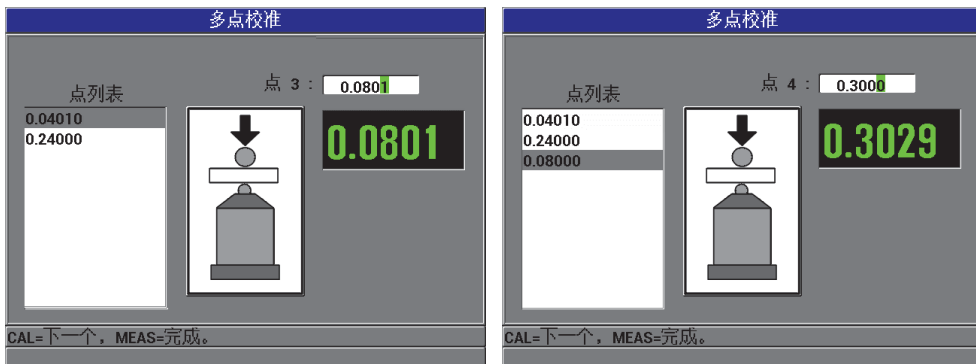

图 4-11 多点校准屏幕
8. 最多可将 8 个额外校准点列入显示屏左侧的列表中（参见第 76 页的图 4-11），步骤如下：